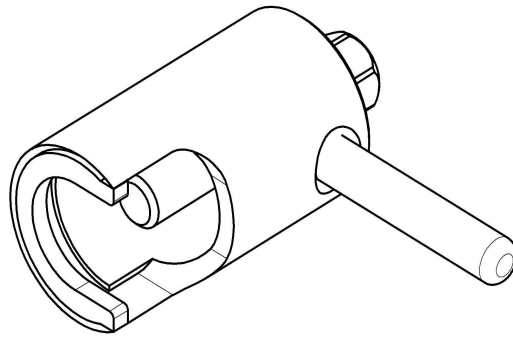

Рис.33 Съемник крыльчатки.
- снять крыльчатку при помощи специального съемника (см. рис.33);